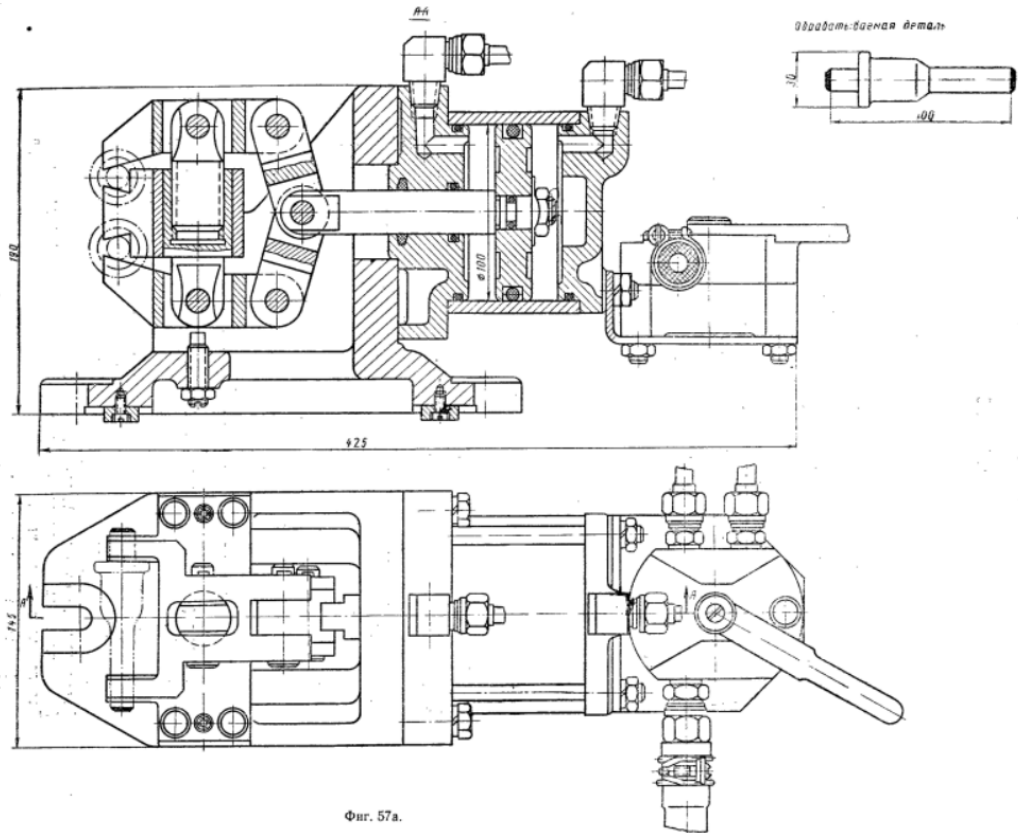

Рис. 32
3. Составьте описание конструкции и принципа действия приспособления по рис. 32.